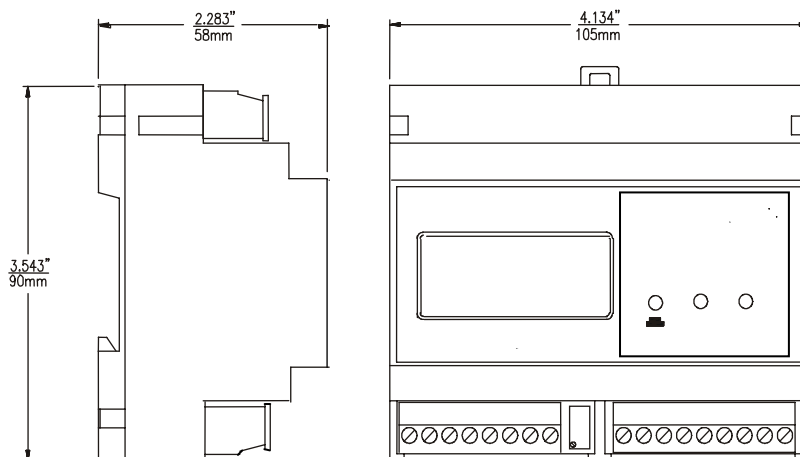
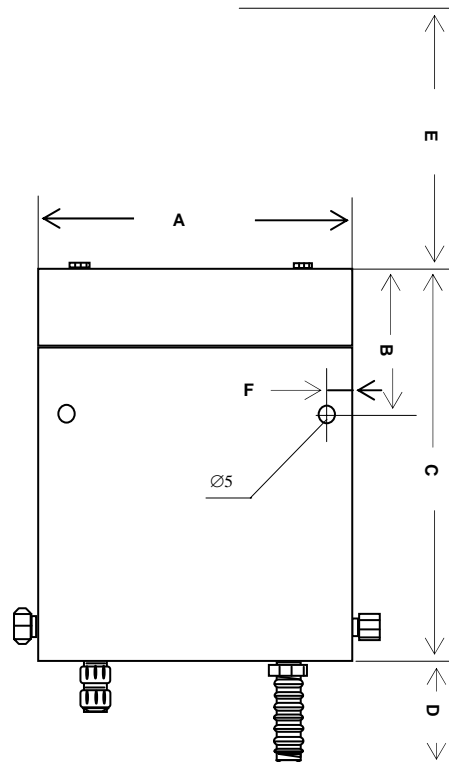

图 1 CL3630 外形尺寸图
图 2 SZ7231 恒流器外形图
三、设备外形及尺寸图（见图 1、图 2）
- 1、CL3630 显示变送器：105×90×58mm，DIN 导轨安装，六位开关模型（见图 1）。
- 3、SZ7231 尺寸（尺寸单位：mm）见图 2